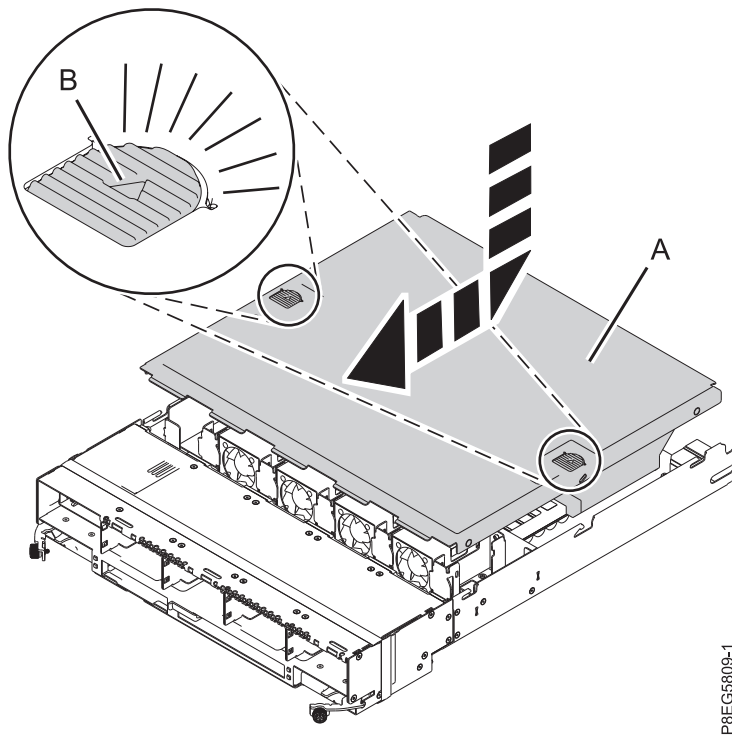

Abbildung 16. Abdeckung der RAID-Baugruppe wieder einsetzen
4. Schieben Sie die Abdeckung der RAID-Baugruppe (A) in die gezeigte Richtung, bis die Verriegelungen (B) einrasten (siehe Abb. 16 auf Seite 15).